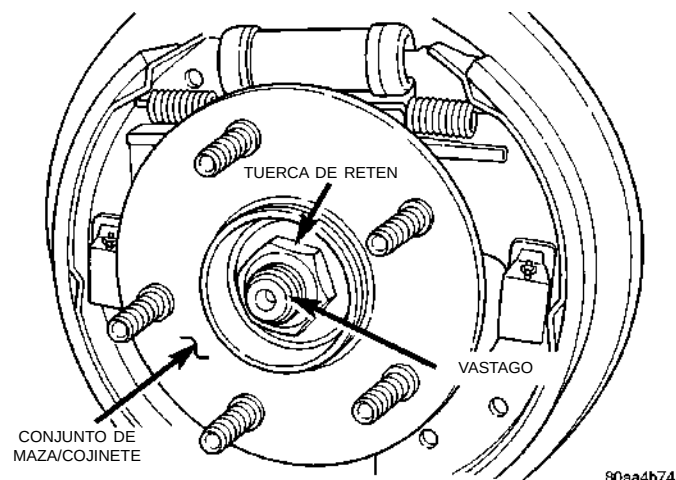
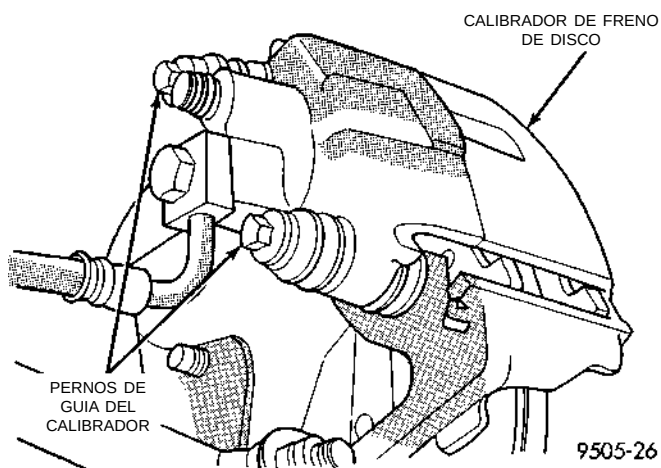

Fig. 99 Tuerca de retén del conjunto de maza/cojinete
Fig. 100 Pernos de guía del calibrador
(5) Retire la tuerca de retén (Fig. 99) que fija el conjunto de maza/cojinete en el vástago trasero.
(6) Retire el conjunto de maza/cojinete del vástago trasero. Para ello, tire del extremo del vástago con la mano.
(1) Emplace el conjunto de maza/cojinete en el vástago trasero.
(2) Instale **una tuerca de maza nueva** (Fig. 99) y apriétela con una torsión de 217 N·m (160 lbs. pie).
(3) Instale la tapa guardapolvo en el conjunto de maza/cojinete con un martillo de metal blando.
(4) En los vehículos con freno de tambor instalado, monte el tambor de freno en el conjunto de maza/cojinete. En el caso de vehículos con frenos de disco traseros instalados, monte el rotor en el conjunto de maza/cojinete.
(5) En los vehículos con frenos de disco instalados, monte el calibrador de freno de disco en el adaptador. Instale los dos pernos de guía (Fig. 100) que fijan el